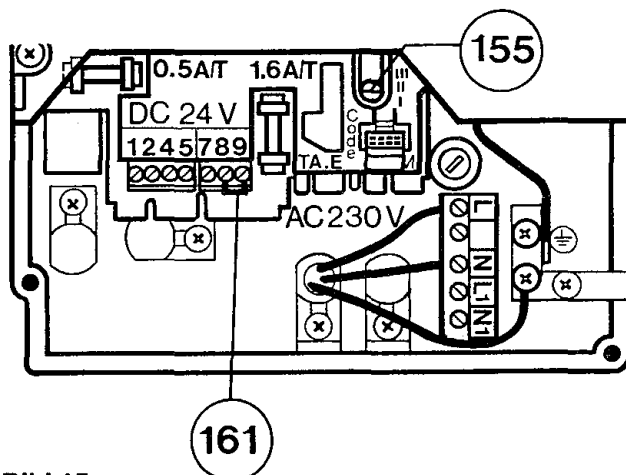

Bild 15
- Anschlußkabel an den Klemmen L, N und ⊕ anschließen (Bild 15)